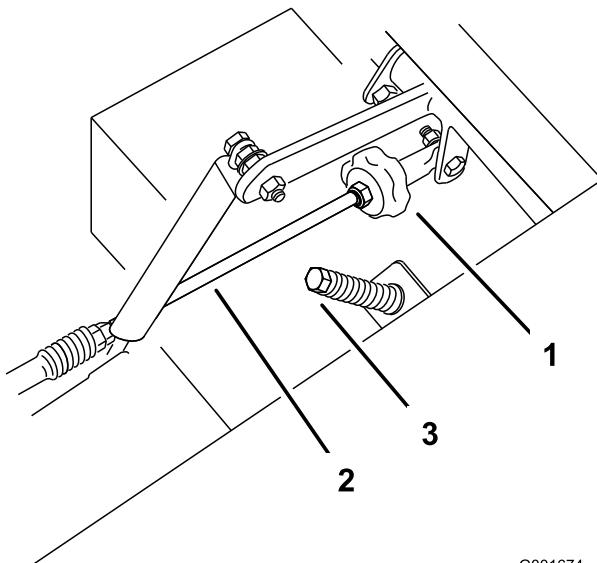

Figura 53
2. Ajuste la longitud de la varilla de la bomba girando el pomo, en el sentido apropiado, hasta que la rueda quede estacionaria o se mueva muy lentamente en marcha atrás (Figura 53).